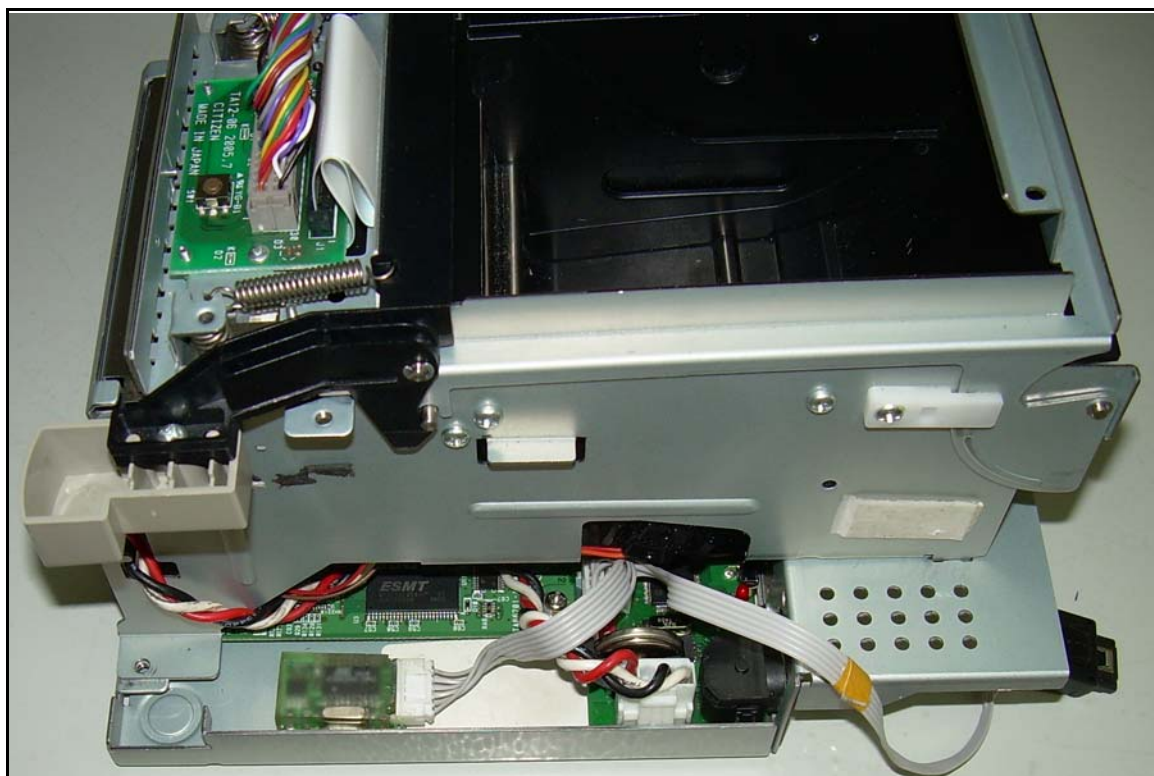

Рисунок 17 – Крепление ФП в корпусе ККМ.
- 2.4.9. Закрепите ФП при помощи 2-х стороннего скотча на вспененной основе на нижнюю часть станины ККМ (см. рис. 17).